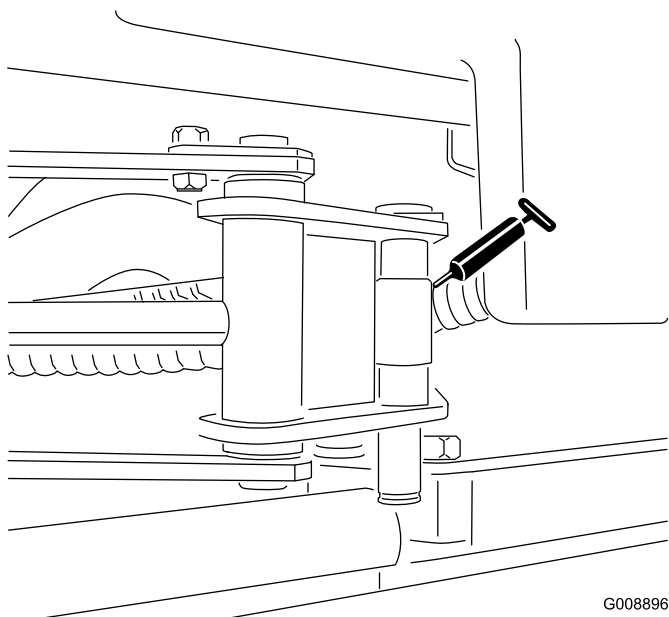

図 49
- ・ サイドワインダーのシリンダの両端（2ヶ所；モデル 03170 のみ）（図 49）